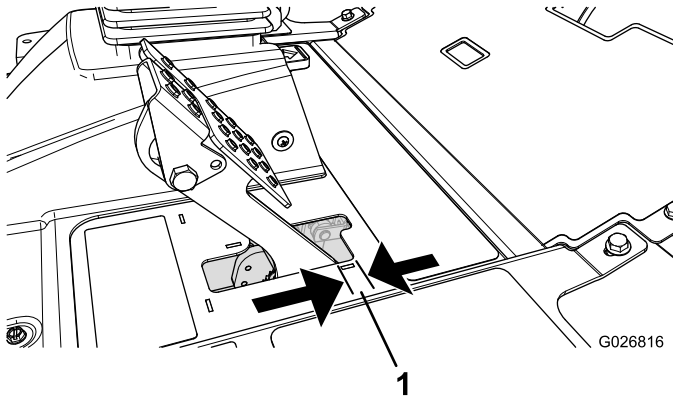

図 51
ブレーキペダルの「遊び」図 51が 2.5cm 以上となったり、強く踏み込まないとブレーキの効きが悪いと感じられるようになったら、調整を行ってください。遊びとは、ブレーキペダルを踏み込んでから抵抗を感じるまでのペダルの行きしろを言います。
2. 後ナットを締めてケーブルを後方に移動させて、ホイールがロックする前のブレーキペダルの遊び図 51が 6.312.7mm なるように調整する。